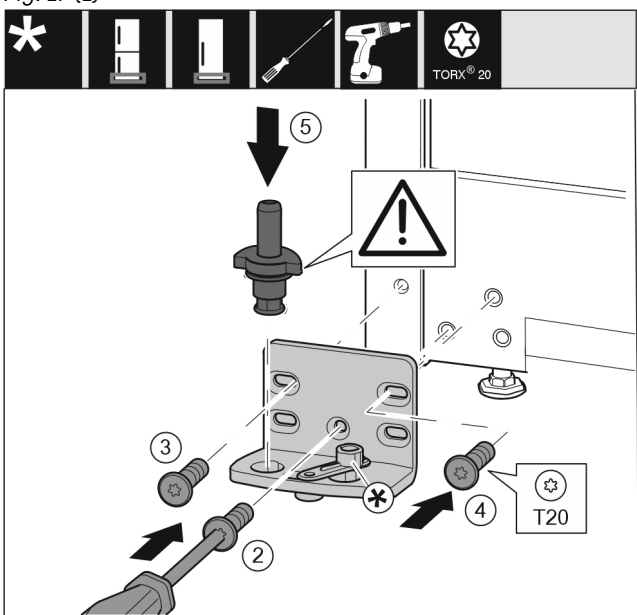

Fig. 18
- Applicare il blocco di supporto sull'altro lato e avvitare con un cacciavite T20. Iniziare dalla vite 2 in basso al centro. Fig. 18 (2)
- Serrare la vite 3 e 4. Fig. 18 (3,4)
- Inserire completamente il perno di supporto. Fare attenzione che la camma di arresto sia rivolta verso il lato posteriore. Fig. 18 (5)